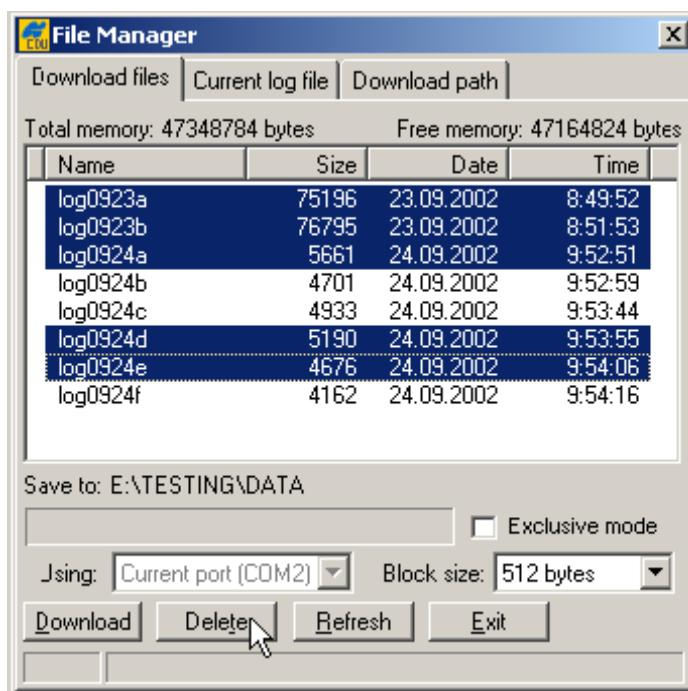

Рисунок 5-14. Удаление файлов
3. Выберите пункт меню **File > File Manager** (Файл > Управление файлами) и в появившемся диалоговом окне **File Manager** (Управление файлами) выберите вкладку *Download path* (Каталог для загрузки), см. рис. 5-14 на стр. 5-9.
4. Щелкните на кнопке *Delete* (Удаление), см. рис. 5-14 на стр. 5-9.